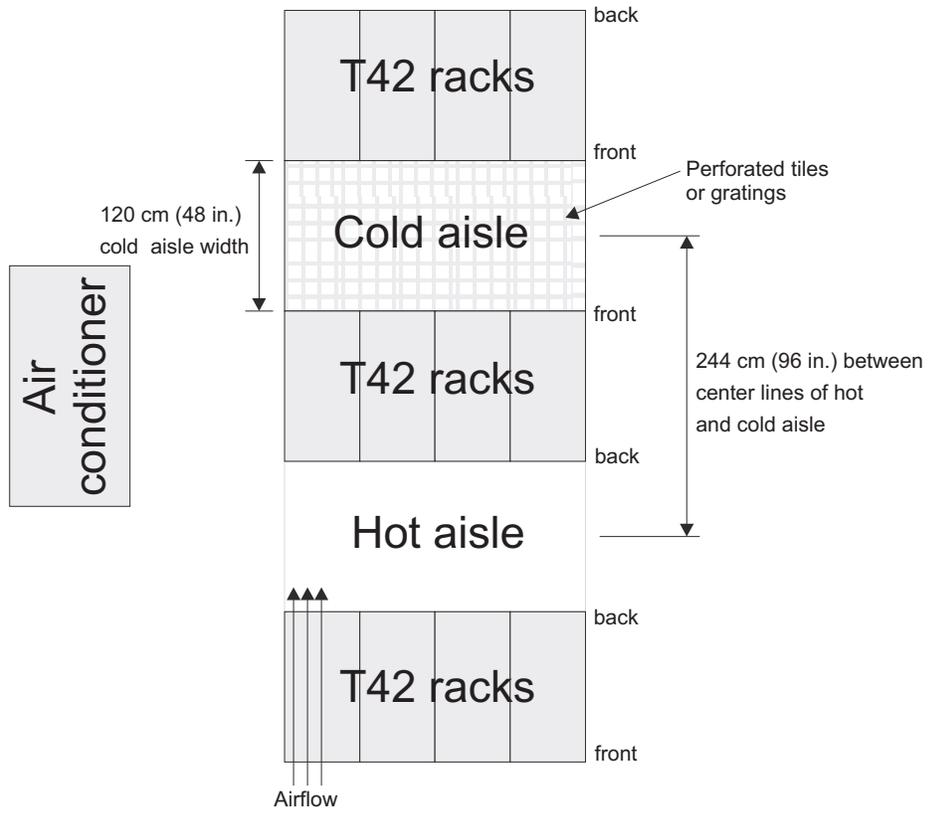

Figura 15. Exemplo de Configuração do Rack com Corredor Frio/Corredor Quente
- O ar entra na parte frontal do rack e sai na parte traseira. Para prevenir que o ar liberado pelo rack entre na abertura de outra peça do equipamento, é necessário posicionar os racks em linhas alternadas, traseira com traseira ou frente a frente. Essa disposição é conhecida como “corredor frio/corredor quente” e é mostrada em Figura 15 na página 26.
- Onde os racks estiverem nas linhas frontal com frontal ou traseira com traseira, intervalos de pelo menos 122 cm (48 pol.) devem separar as linhas ao longo do corredor frio (consulte Figura 15 na página 26).